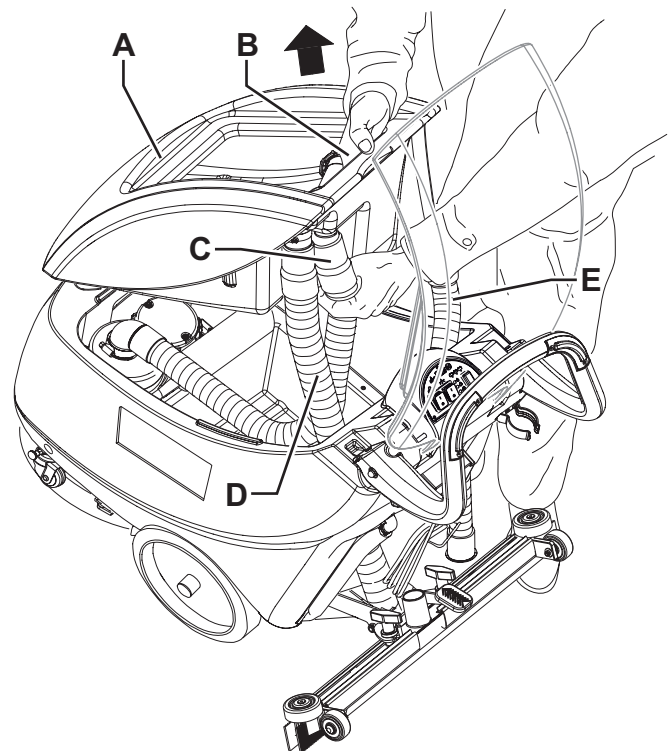

Abbildung 2
7. Ansaugrohr (22) von der Sauglippe (11) lösen.
8. Das Ablassrohr des Schmutzwassers (16) aus dem Halter (17) trennen.
9. Deckel (6) öffnen.
10. Den Schmutzwassertank (A, Abb. 2) im Bereich (B) fassen und leicht anheben.
11. Ansaugrohr (C) vom Tank abnehmen und Tank (A) mit den Leitungen (D) und (E) ausbauen.
12. Batterien gemäß Anschlussschema (51) einbauen.
13. Schritte 7 bis 11 in umgekehrter Reihenfolge durchführen und Tank (A) wieder einbauen.